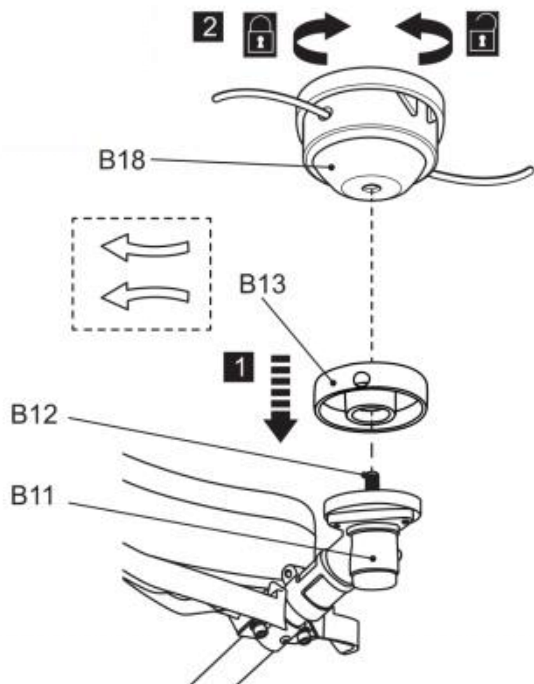

Fig. 6
- 4) Skruva trimmerhuvudet (B18) moturs på spindeln (B12) och dra åt det för hand medan du låser spindeln (B12) med insexnyckeln (E5). Ta bort insexnyckeln efteråt (bild 6).